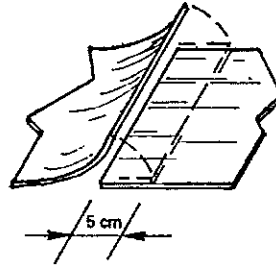

Fig. 1a
– de banen worden gelegd met een overlapping van 5 cm breed (fig. 1a)